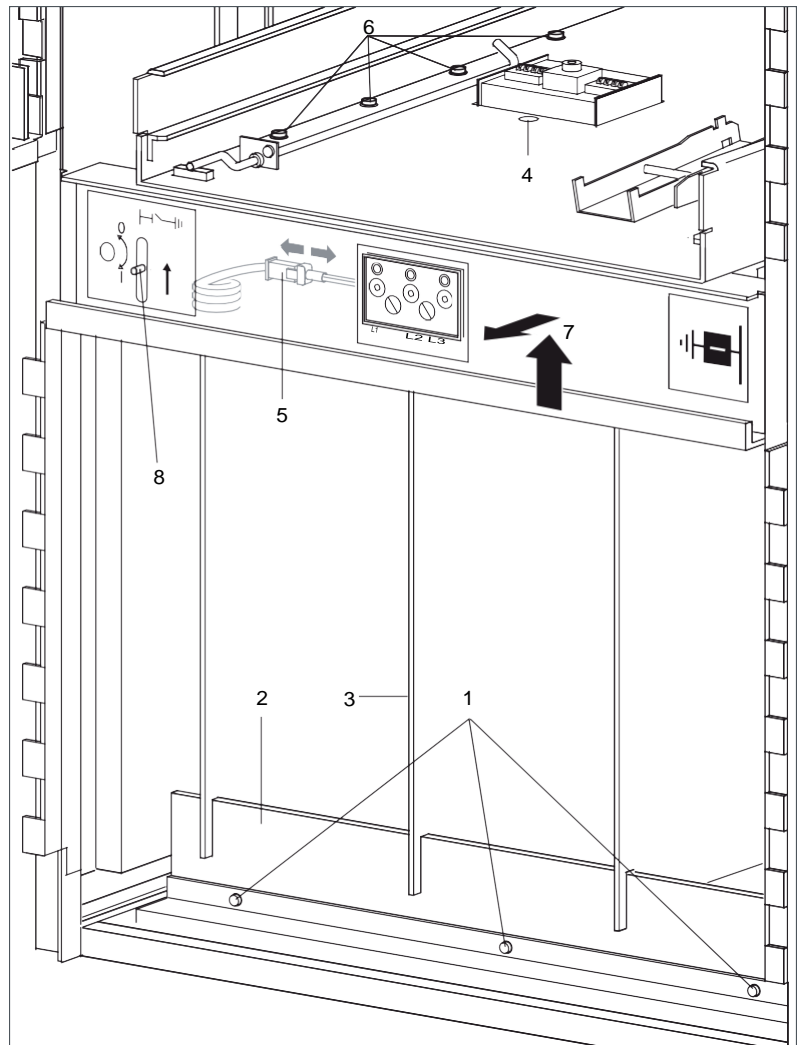

Fig. 4.2
- Dévisser les 3 vis de fixation (Fig. 4.2, 1) du support (2).
- Enlever le support (2) et retirer les quatre parois isolantes (3).
- Démonteur le bloc de l'interrupteur auxiliaire pour le tiroir (4) et déposer prudemment dans le compartiment de raccordement de câble.
- Si la cellule est munie d'un système d'affichage de tension : Détacher la connexion enfichable de l'appareil (5).
- Retirer les vis de fixation du porte-tiroir (6).
- Soulever tout d'abord le porte-tiroir à l'avant, puis le retirer (7).
Remonter le porte-tiroir et les composants démontés dans l'ordre inverse. En vissant le porte-tiroir, veiller à ce que la tirette (Fig. 4.2, rep. 8) pour ouvrir le trou d'insertion soit facile à manoeuvrer. Si nécessaire, dévisser les vis et repositionner le porte-tiroir.